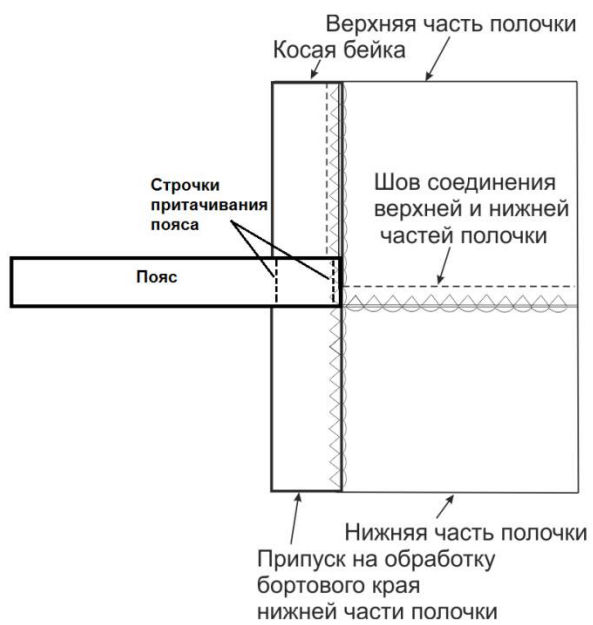

Рис.3
16. Уложить на левую часть полочки левую часть пояса (она по конструкции длиннее), а на правую часть полочки правую часть пояса (по конструкции короче) и настроить двумя строчками с изнаночной стороны (рис. 3)